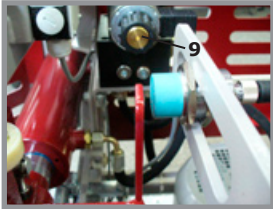

Abb. 6
Wird während des Betriebes das Schutzgitter geöffnet, schaltet sich das Ventil (9) siehe Abb. 6 in Neutralstellung und der Zylinder bleibt stehen.